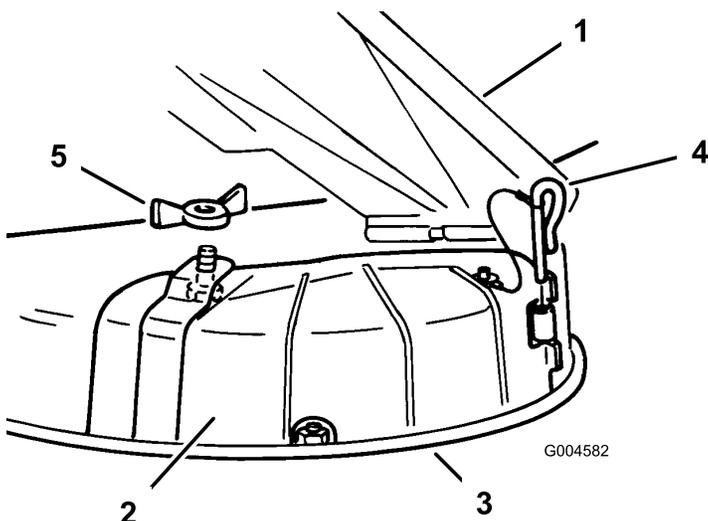

Bild 22
3. Entfernen Sie die Flügelmuttern und die Schraube, mit denen die Abdeckung befestigt ist (Bild 22).
4. Entfernen Sie die Scharnierstifte, mit denen die Abdeckung am Mähwerk befestigt sind (Bild 22).
3. Heben Sie das Ablenkblech hoch und legen die Auswurfkanalabdeckung über die Öffnung und auf die untere Lippe des Mähwerks, wobei Sie die Abdeckung gleichzeitig in das vordere Scharnier stecken (Bild 22).
4. Schieben Sie den Scharnierstift durch das Scharnier (Bild 22).
5. Befestigen Sie die Auswurfkanalabdeckung mit der Flügelmutter am Mähwerk (Bild 22).